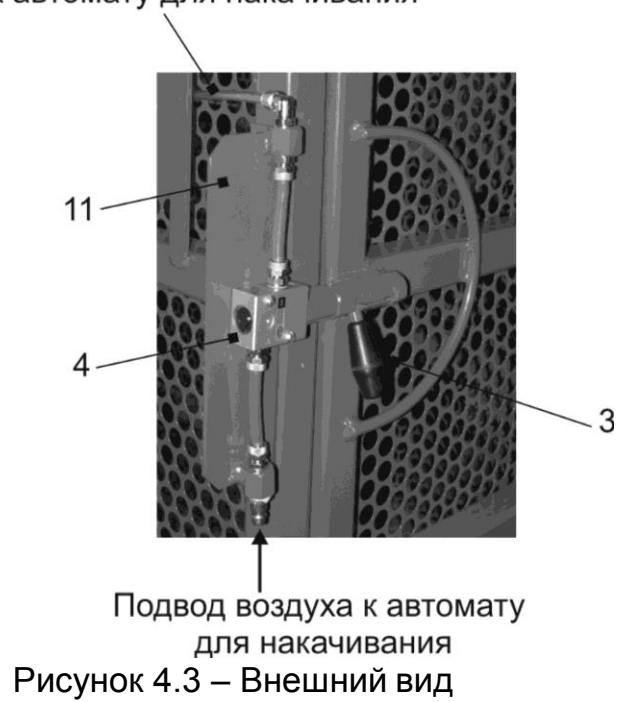

Рисунок 4.3 – Внешний вид
5.3.5 Если нет подачи сжатого воздуха, то необходимо ослабить крепление распределителя 4 и перемещать его вправо до момента, когда будет подача сжатого воздуха и распределитель 4 закрепить (рисунок 4.3).